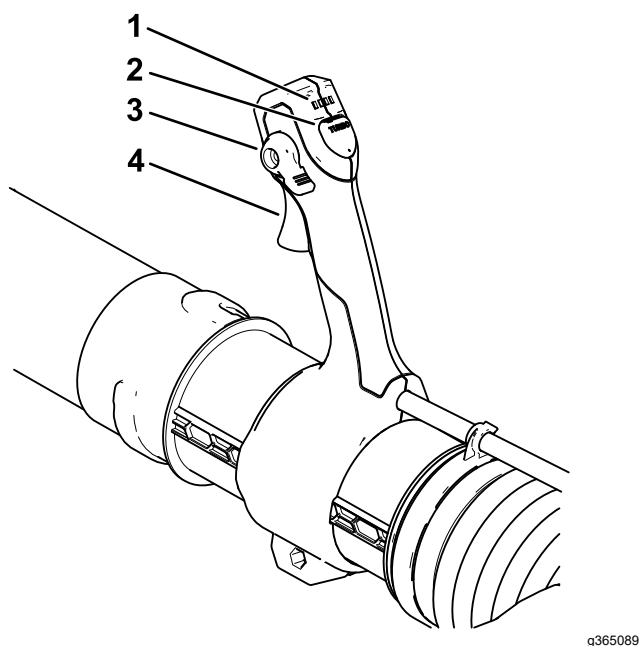

Figura 20
9. Para arrancar el soplador, apriete el gatillo de velocidad variable (Figura 20).
Nota: Active el bloqueo de velocidad para mantener la máquina encendida sin tener que apretar el gatillo de velocidad variable (Figura 20).
Para ajustar la velocidad del aire mientras sopla, utilice el gatillo de velocidad variable (Figura 20).
Para obtener el máximo rendimiento (velocidad de aire), presione el gatillo, luego mantenga pulsado el botón de potencia turbo durante el tiempo deseado (Figura 20).
Para mantener la velocidad actual del aire, active el bloqueo de velocidad (Figura 20).